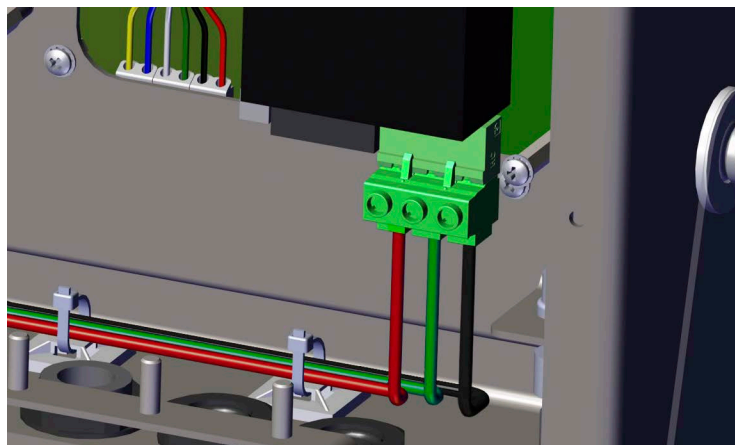

Abbildung 2-22. DC-Verkabelung anschließen
2. Die drei Leiter an der Rückseite der Gewichtsanzeige verlegen und an den 3-poligen Stecker (Bestellnr. 15888) anschließen, der auf der Spannungsversorgungsplatine eingesteckt wird (siehe Abbildung 2-22 und Tabelle 2-4 auf Seite 30).